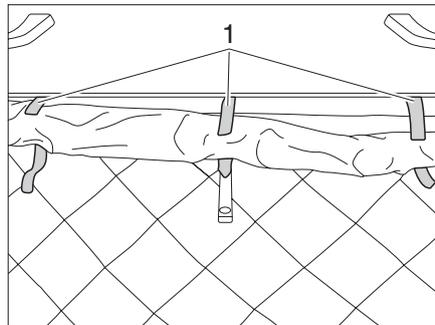

Fig. 32 Apertura delle chiusure a velcro
► Aprire le tre chiusure a velcro (Fig. 32,1) del soffietto di stoffa.
- ▶ Arrotolare accuratamente il soffietto di stoffa nella zona del bloccaggio e fissarlo con le tre chiusure a velcro (Fig. 32,1).